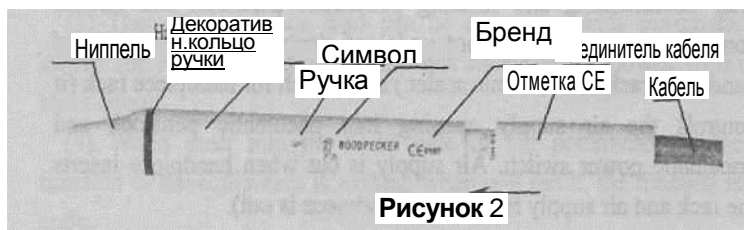

Рисунок 2
2.2.1 Инструкция к основным компонентам съемной ручки (рисунок 2):